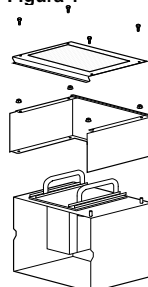
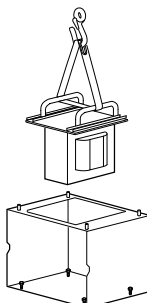

Figura 2
Figura 3
**1** Disassemblare gli elementi dell'induttanza DC o del/dei trasformatore/i (figura 2) per permetterne la successiva installazione e sollevare l'induttanza utilizzando un paranco (figura 3).
**2** Svitare le viti di fissaggio (figura 3) del supporto dell'induttanza o del/dei trasformatore/i sul pallet.